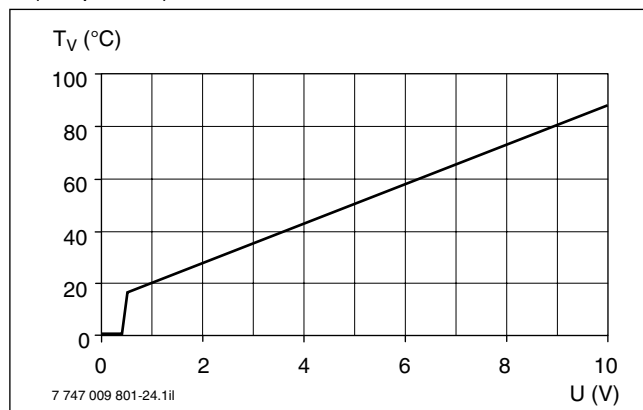

Рис. 68. Линия характеристик модуля сигнализации о неисправностях EM10 (заданные значения)
- Активация котла с помощью внешнего сигнала 0...10 В постоянного напряжения. Через сигнал 0...10 В постоянного напряжения на котле задается по выбору температура подающей линии (см. рис. 68) или мощность.